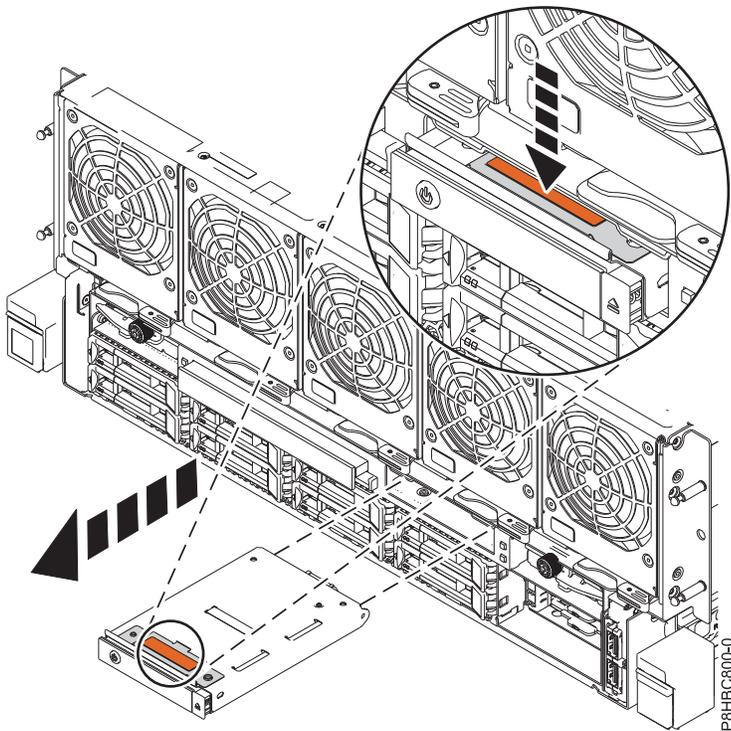

Figura 4. Remover um painel de controlo
2. Prima a patilha terracota e, em seguida, faça deslizar o painel de controlo para fora da ranhura, tal como é demonstrado na Figura 4 na página 8.